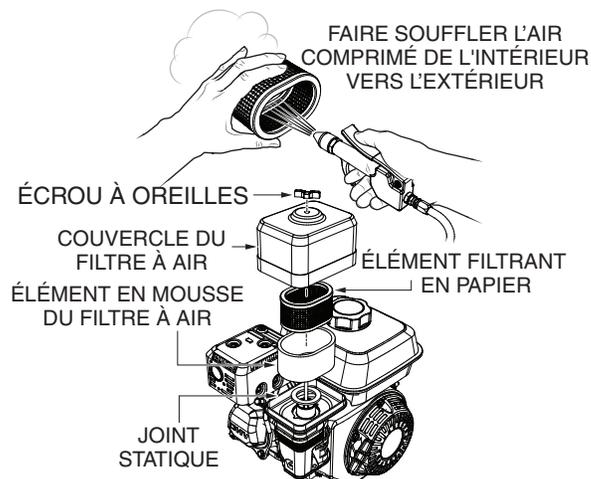

Figure 22. Filtre à air du moteur
Ce moteur Honda GX120UT2SM12 est équipé d'un élément filtrant en papier haute densité remplaçable. Voir (Figure 22) pour les composants du filtre à air.
- Faire souffler de l'air comprimé à travers le couvercle du filtre à air comme illustré dans (Figure 22). Nettoyer l'intérieur du couvercle du filtre à air avec de l'eau chaude savonneuse ou un solvant ininflammable. Rincer et sécher soigneusement.